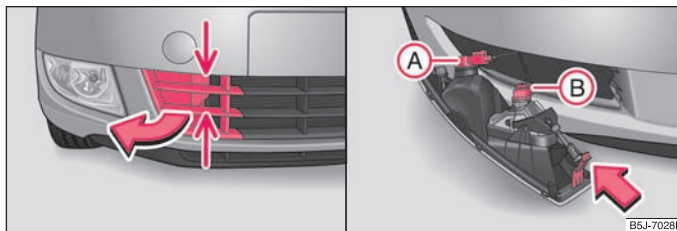

Abb. 171 Vorderer Stoßfänger: Schutzgitter / Ausbau des Nebelscheinwerfers
- Greifen Sie das Gitter an den mit Pfeilen gekennzeichneten Stellen ⇒ Seite 208, Abb. 171 - links an und nehmen Sie es heraus.
- Führen Sie die Hand in die Öffnung, in der sich das Gitter befand und drücken Sie die Federfalle ⇒ Seite 208, Abb. 171 - rechts.